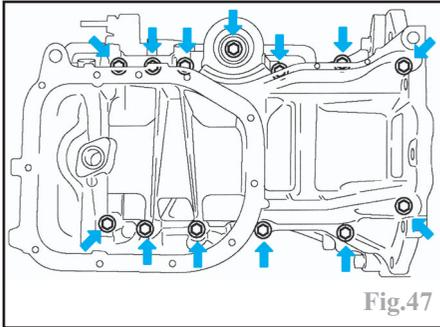

Fig.47
- les 13 vis de fixation du carter inférieur moteur progressivement (Fig.47).